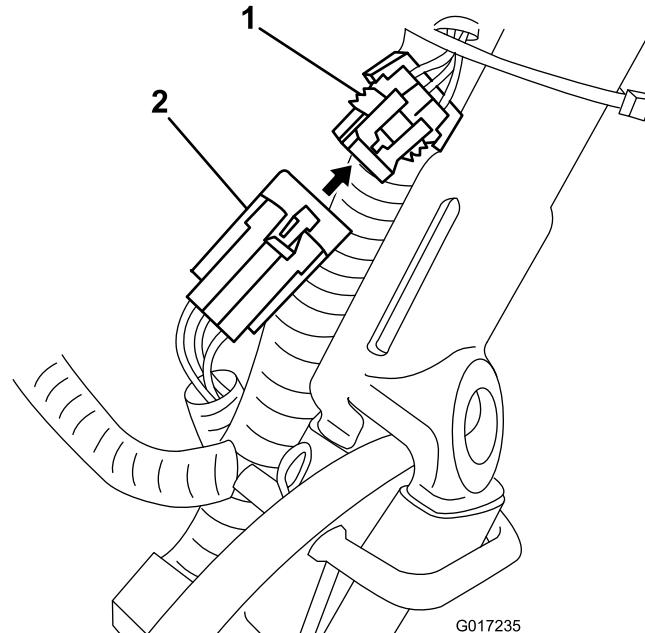

图16
3. 从主线束断开电池组小接头到机器线束的连接 图16。
14. 将电池组到机器的线束布置到机器左侧主线束的下后方将线束上的小型 6 针接头连接到 图16 所示主线束上的匹配接头上。